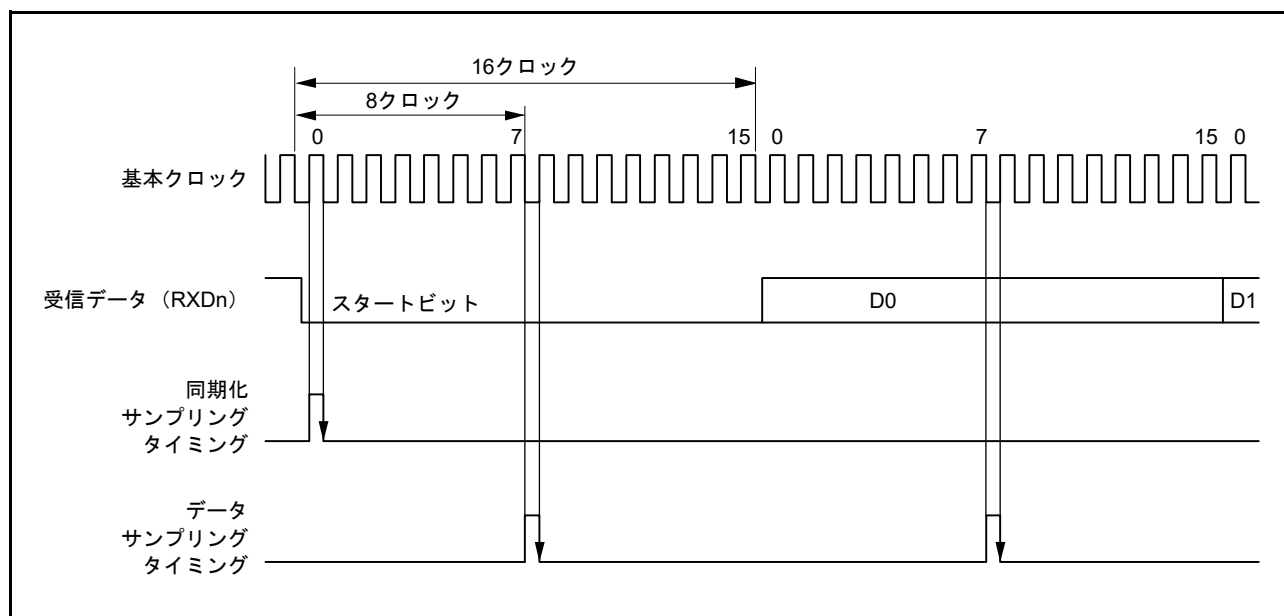

図 28.6 調歩同期式モードの受信データサンプリングタイミング
受信時はスタートビットの立ち下がりりを基本クロックでサンプリングして内部を同期化します。また、図 28.6 に示すように受信データを基本クロックの 8 サイクル目 (注 1) の立ち上がりエッジでサンプリングすることで、各ビットの中央でデータを取り込みます。したがって、調歩同期式モードでの受信マージンは式 (1) のように表わすことができます。